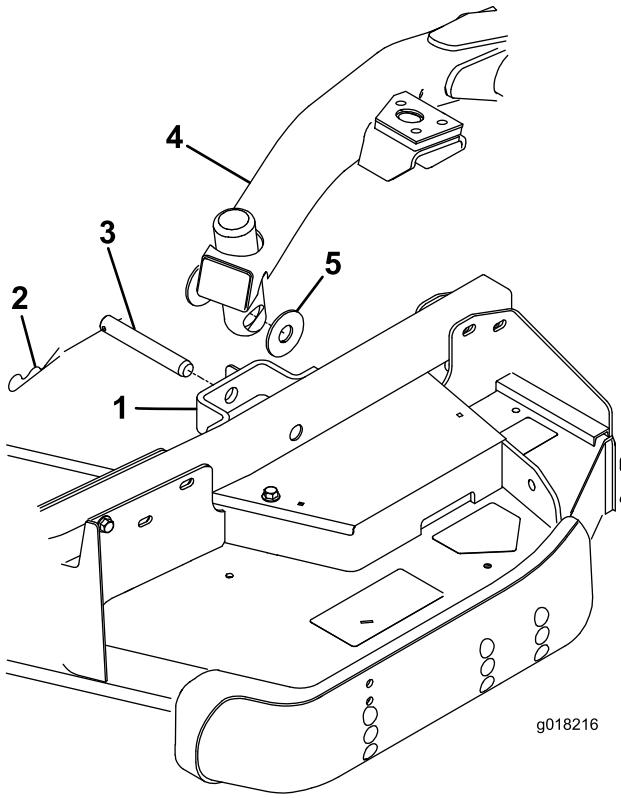

図 27
4. 昇降スイッチを前位置フロート位置にセットする。昇降アームを押し下げて、昇降アームについている穴とキャスタアームのブラケットについている穴を整列させ、昇降アームのパッドに刈高ロッドを挿入できるようにする図 27。
5. 昇降アームをキャスタアームに固定するスラストワッシャ2枚、クレビスピンドル、ヘアピンコッターを使用する。昇降アームとキャスタアームブラケットの間にスラストワッシャを入れ図 27、コッターピンを、キャスタアームタブのスロットに差し込んで固定する。